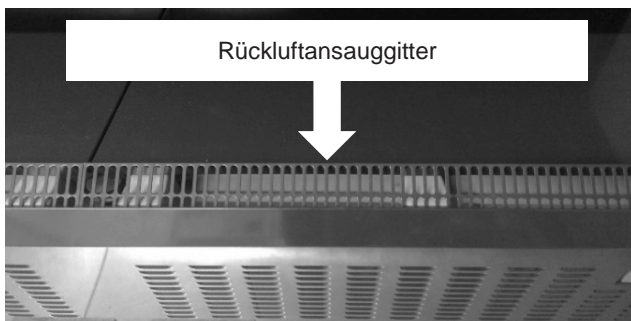

Abb.7: Rückluftansauggitter (Symboldarstellung)
- ▶ Beladung ist nur bis zur Begrenzung der Rückluftansauggitter erlaubt (siehe → Abb.7).